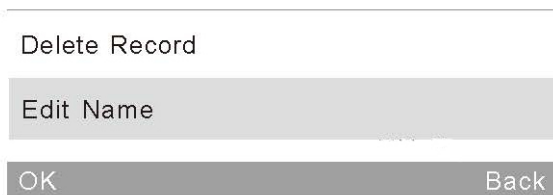

Figura 9: Selecione “Edit Name” (Alterar nome) para acessar a interface de medição em um único ângulo no modo básico
Ao clicar em algum registro, será aberta uma caixa de diálogo com duas opções: “Delete Record” (Excluir registro) e “Edit Name” (Alterar nome), como mostrado na Figura 9. Se for selecionado “Delete Record” (Excluir registro), aparecerá uma caixa de aviso como mostrado na Figura 22. Clique em “OK” (OK) para excluir este registro.